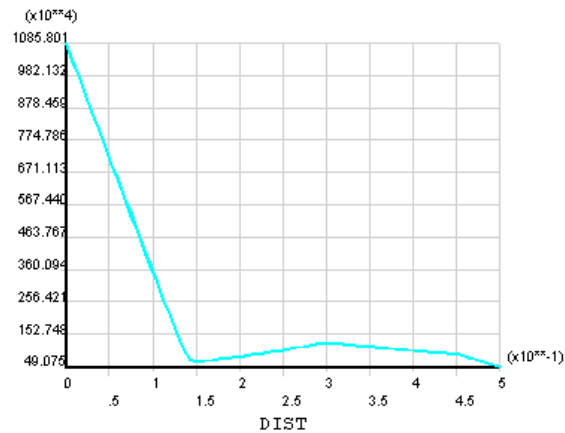

图6.41 图形显示路径数据
(2) 在【Path items to be graphed】列表框中选择我们上一小节中定义的【SEQV】，然后单击【OK】按钮。得到如图 6.41 所示的曲线图。其中，横坐标为【S】，也就是距起始路径点的路径长度；纵坐标为【SEQV】结果项。